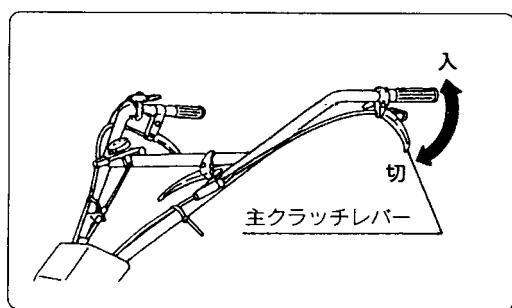

図5
(2) 発進のしかた
- ① スロットルレバーをゆっくり「高速」位置にします。(図5)
- ② 主クラッチレバーをゆっくり握ります。レバーが上がった状態でクラッチが入ります。
- ② スロットルレバーを「低速」位置に戻します。(図5)